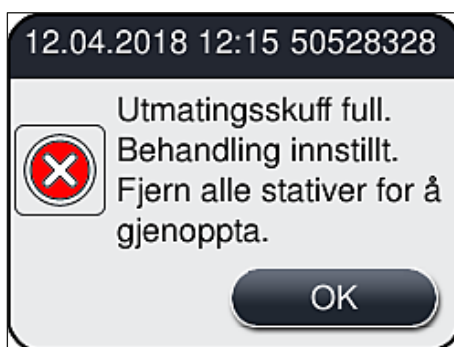

Fig. 76
- Utmatingskuffen må åpnes, og alle stativene som er til stede må fjernes senest når meldingen som angir at utmatingskuffen er fullstendig opptatt, mottas (→ Fig. 76). Hvis du ikke følger meldingen, kan dette føre til apparatfeil og prøvesvekkelse.